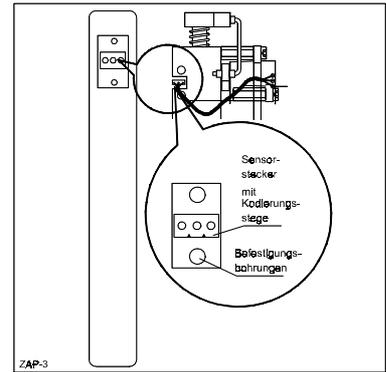

Bild 7-5
- Stecker so einsetzen, daß sich die rote Ader rechts befindet bzw. die Kodierungsstege nach unten zeigen (Bild 7-5)
- Sensor mit den zwei Innensechskantschrauben M4 festschrauben (Bild 7-5).